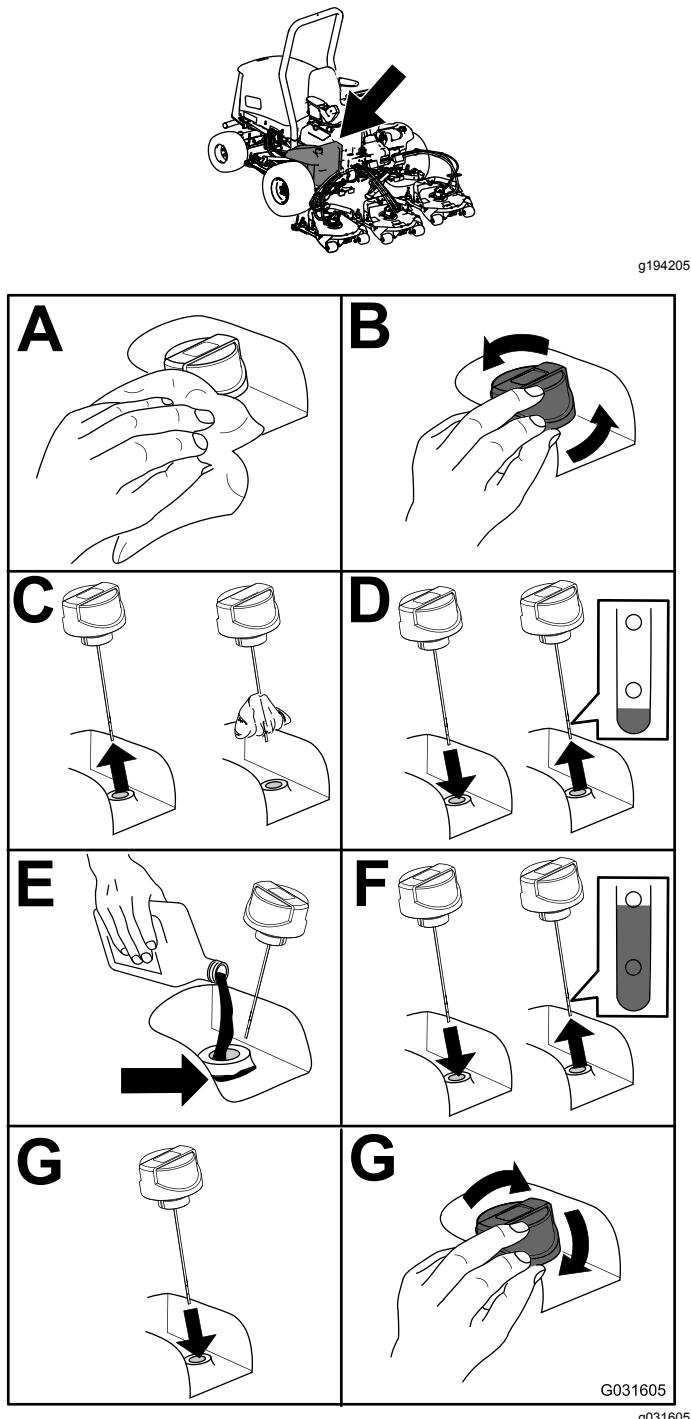

Figura 57
- Controllare il livello del fluido idraulico (Figura 57).
5. Riempite il serbatoio di fluido idraulico (Figura 57).